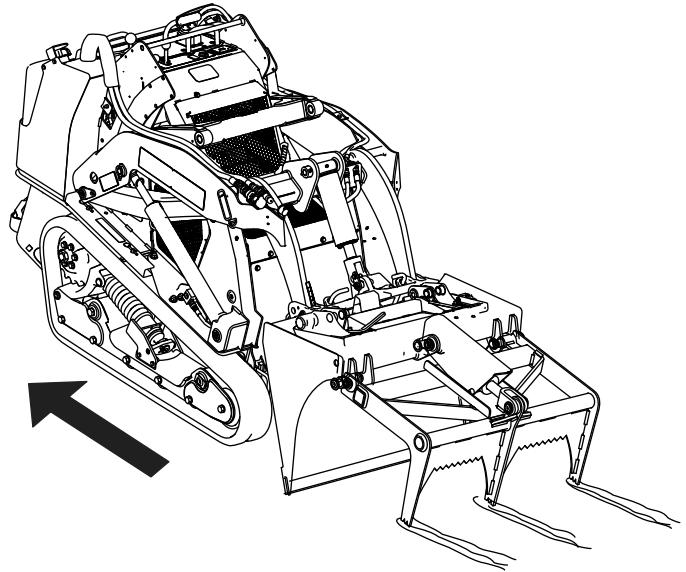

Bild 4
2. Fahren Sie mit der Maschine rückwärts. Um lose Äste und andere Abfälle zusammenzuharken, die Sie dann mit den Zangen greifen können, setzen Sie die Zinken auf den Boden. Um Furchen in die Erde zu graben und die Grasnarbe aufzubrechen, dringen Sie mit den Zinken in den Boden ein (Bild 4).